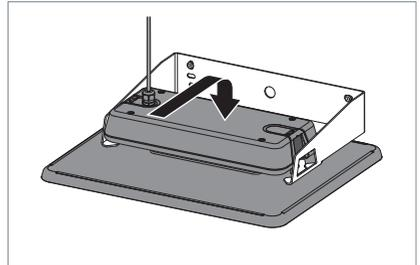

Fig. 6: Leuchte in Wandhalterung einhängen.
- ▶ Hängen Sie die Leuchte in die Wandhalterung ein, siehe Fig. 6.